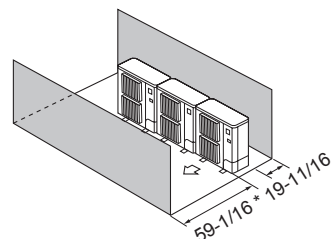

Fig. 2-15
- ④ Obstacles à l'avant et à l'arrière (Fig. 2-15)